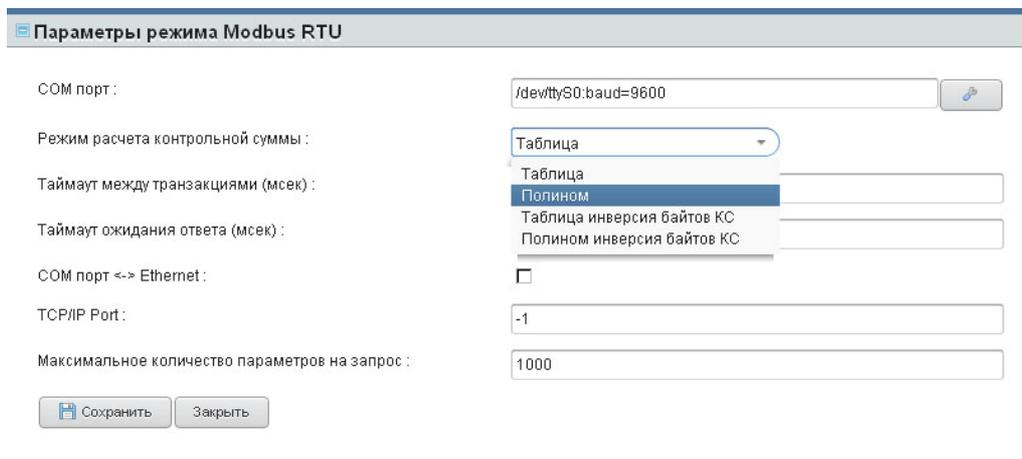

Рисунок 19.
- параметры режима MODBUS (рисунок 19);
Соответственные корректировки должны быть сделаны в форме настройки параметров режима Modbus (рисунок 19).